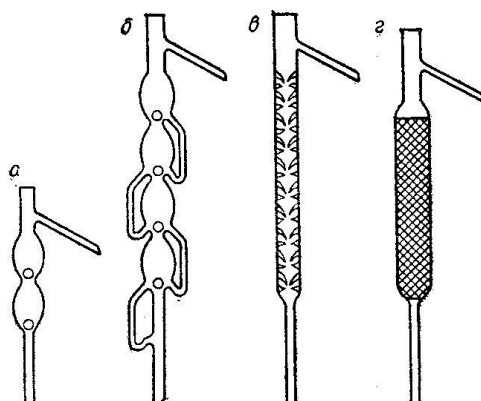

Рис. 20. Дефлегматори: а, б) кулькові; в) ялинкові; г) з насадкою
**Дефлегматори** або насадки для дистиляції (рис.20) використовують для розділення суміші рідин, температури кипіння яких сильно різняться між собою (на  $40\div 50^{\circ}\text{C}$ ). Вони бувають найрізноманітніших форм і розмірів: ялинкові, кулькові, циліндричні з насадкою. З них найбільш використовувані – ялинковий дефлегматор на шліфах. При роботі з дефлегматорами треба бути обережними, бо вони легко ламаються.